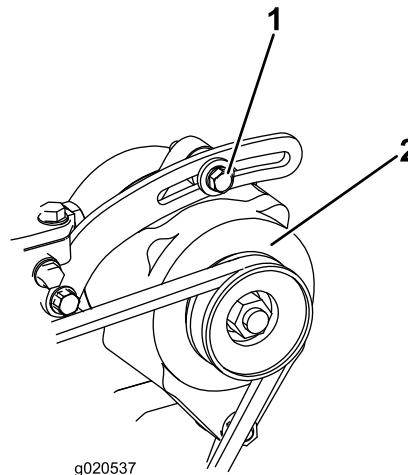

Bild 89
- Lockern Sie bei einer Durchbiegung von mehr oder weniger als 10 mm die Befestigungsschrauben der Lichtmaschine (Bild 89).